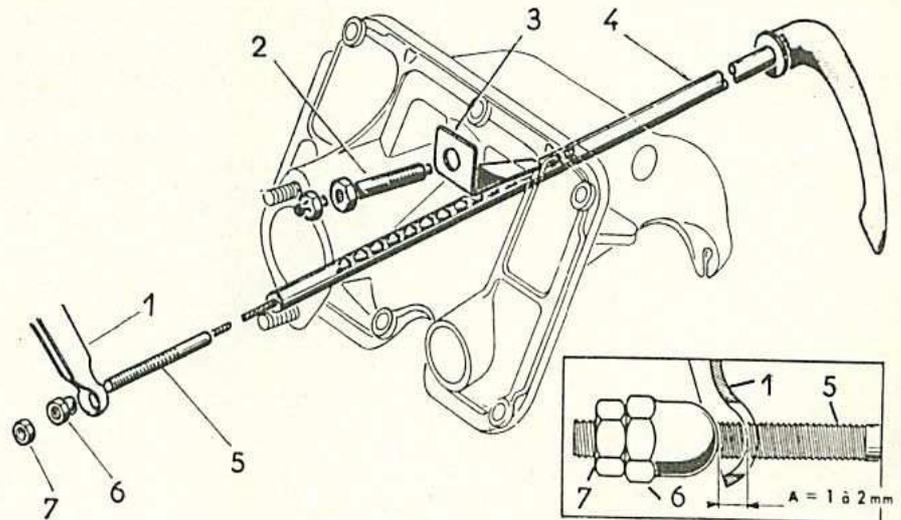

Fig. 70. — Détail de montage de la tirette de frein à main.
- Couper le circuit électrique : déposer le contre-écrou (7) (fig. 70) et l'écrou de réglage (6).
- Déposer la vis d'arrêt (2) munie de son graisseur et la butée (3).
- Enrouler un fil de fer souple sur l'embout (5) du câble. De l'intérieur de la voiture, tirer la tirette (4) jusqu'à son dégagement complet, l'extrémité du fil de fer sortant du support de pédales (le fil ainsi engagé permet, si nécessaire, l'introduction, sans tâtonnement, du câble neuf).
- Détacher le fil de fer, introduire l'embout fileté (5) dans le passage du levier (1). Ceui-ci étant poussé à fond vers l'avant de la voiture, poser et visser l'écrou de réglage (6) et le contre-écrou (7).
- Bloquer le contre-écrou en laissant un jeu (A) de 1 à 2 mm (fig. 70) entre la partie sphérique de l'écrou de réglage (6) et le levier (1).
- Poser la butée (3) et la vis d'arrêt (2) munie de son graisseur.